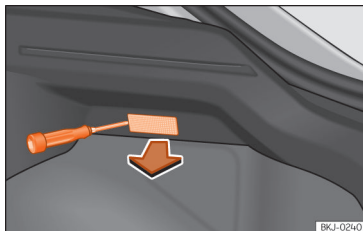

Fig. 169 Luz da bagageira.
- Extraia a tulipa pressionando o rebordo da parte interior da mesma, com a ajuda da parte plana de uma chave de parafusos >>> **Fig. 169.**